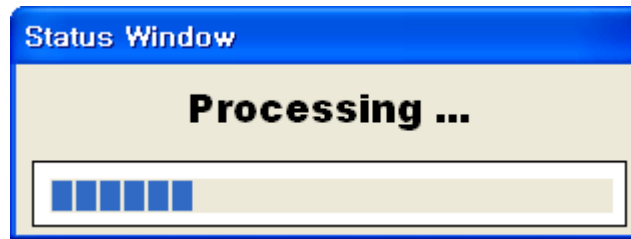

Figure 14. Firmware uploading window
- ④ Figure 14와 같은 화면이 나타나면, 업로드를 위한 Flash Rom File System(\*.rom) 파일을 선택하고 “열기”버튼을 클릭합니다.